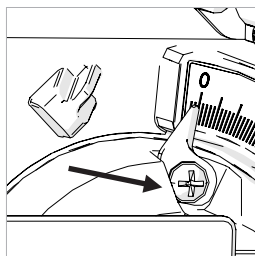

Fig. 24
- Allentare la vite dell'indicatore di smusso tramite un cacciavite Phillips #2. (Fig. 24)